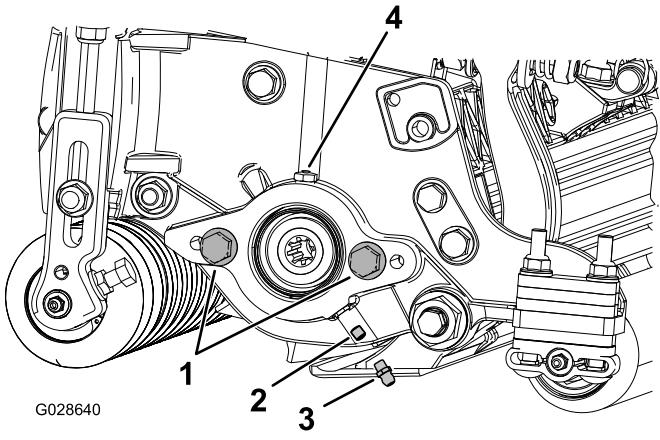

Figura 6
1. Togliete ed eliminate la vite di arresto sulla piastra laterale del motore dei cilindri (Figura 6).
2. Montate il raccordo d'ingrassaggio diritto (Figura 6).
3. Se non sono presenti viti a testa cilindrica sulla piastra laterale del motore dei cilindri, montatele (Figura 6).
5. Montate il motore dei cilindri e ingrassate la piastra laterale fino a quando il grasso in eccesso non fuoriesce dallo spugno del grasso (Figura 6).